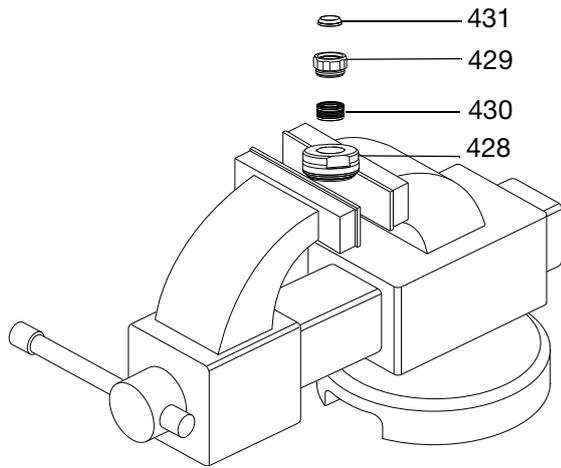

图 29
11. 润滑进料阀（430），将它们装入阀（428）内。参见图 29。
12. 使锥边面朝上，将进料阀密封（431）压到进料阀填料螺母（429）的凹槽中，直到其卡入就位。密封前缘应与填料螺母面齐平，或略微凹入。参见图 29。